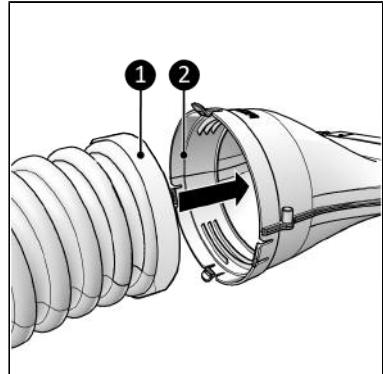

Figure 207.
- Avec un système à déclic, pour un tuyau avec un collier (Figure 207, pos. 1).
1. Insérez le tuyau de l'air conditionné (Figure 207, pos. 1) dans le corps principal (Figure 207, pos. 2).